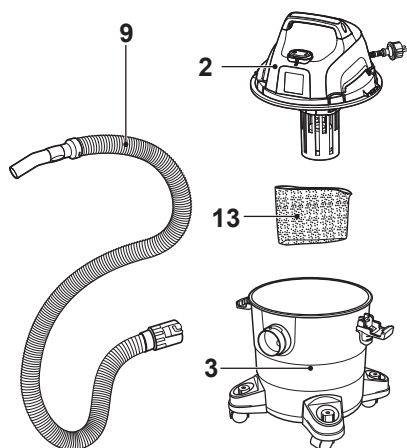

Fig. 5 Aspiração húmida
- com a manga de espuma (13) para aspiração húmida (Fig. 5).